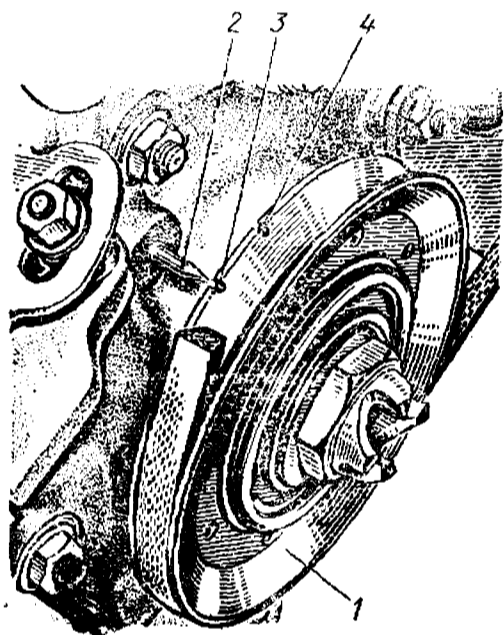

Рис. 50. Установочные метки на ободе ведущего шкива коленчатого вала:
2. Установите поршень первого цилиндра (считая от радиатора) в верхнюю мертвую точку (в. м. т.) такта сжатия (оба клапана закрыты), провернув пусковой рукояткой коленчатый вал двигателя так, чтобы метка 3 (рис. 50), вторая при отсчете по направлению вращения коленчатого вала, нанесенная на шкиве 1 и имеющая форму конусного углуб-